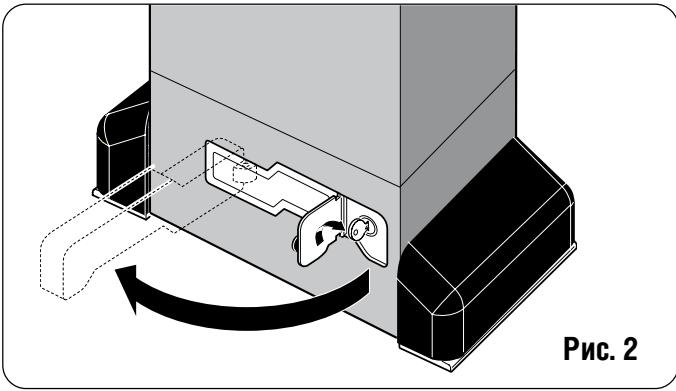

Рис. 2
- 2) Повернуть ключ по часовой стрелке и вынуть предохранительный рычаг, как показано на рис. 2.